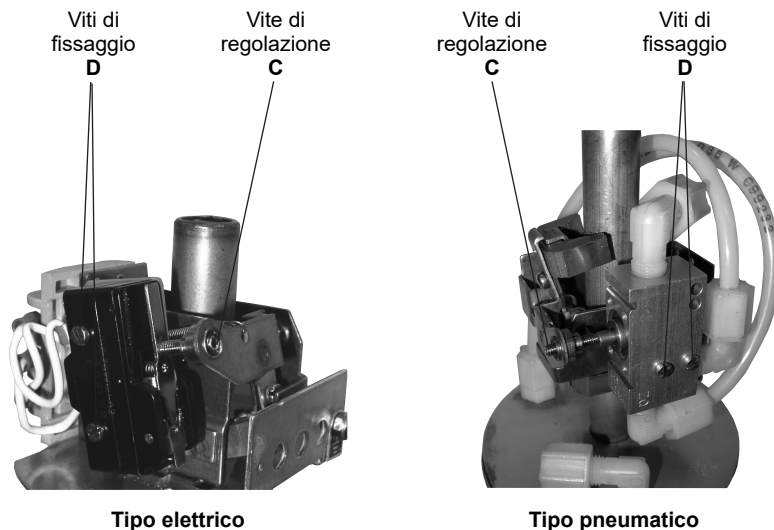

Fig. 6 - Interruttori elettrico e pneumatico
- 2 - Togliere le 2 viti di fissaggio "D" (vedi Fig. 6 tipo elettrico) e rimuovere l'interruttore.
- 4 - Muovere manualmente il braccio porta-magnete assicurandosi che l'interruttore sia adeguatamente azionato cioè apra e chiuda regolarmente; agire se necessario sulla vite "C", vedere Fig. 6 tipo elettrico.
- 2 - Togliere le 2 viti di fissaggio "D" (Fig. 6 tipo pneumatico) e rimuovere la valvola.
- 4 - Muovere manualmente il braccio porta-magnete assicurandosi che l'interruttore sia adeguatamente azionato cioè apra e chiuda regolarmente; agire se necessario sulla vite "C", vedere Fig. 6 tipo pneumatico.
Verificare l'allineamento tra la vite di regolazione "C" e la leva di azionamento del microinterruttore (Fig. 6 tipo elettrico). Accertarsi che il microinterruttore commuti regolarmente azionando manualmente il braccio porta-magnete.
Verificare l'allineamento tra la vite di regolazione "C" e il pulsante di comando della valvola (Fig. 6 tipo pneumatico).